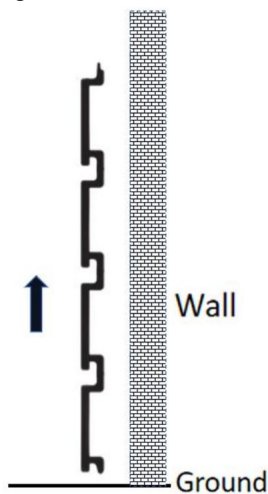

Figura 1
1. Installare il pannello a doghe nella direzione indicata nella Figura 1.